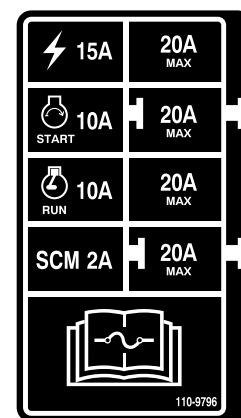

Figura 74
**Importante:** Si es necesario cambiar un fusible, utilice siempre un fusible del mismo tipo y amperaje que el fusible que está sustituyendo; si no, podría dañar el sistema eléctrico. Consulte la pegatina situada junto a los fusibles que contiene un esquema de cada fusible y su amperaje (Figura 74).